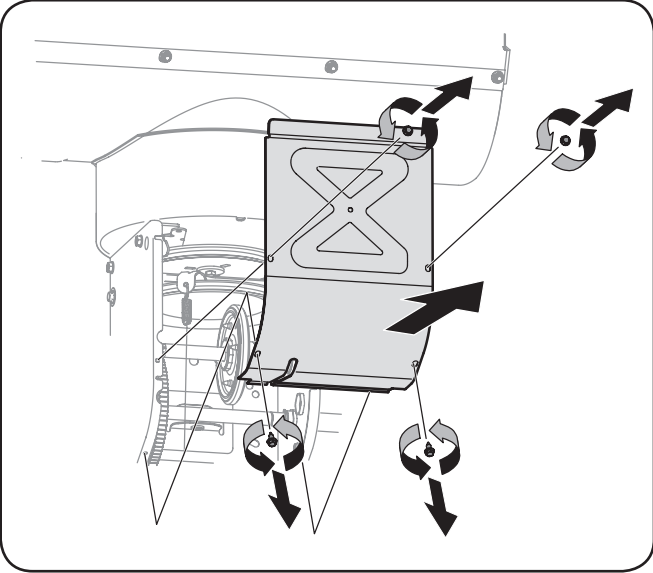

Fig. 7-4
3. Démontez le couvre-châssis du dessous de la souffeuse en retirant les quatre vis auto-taraudeuses qui le maintiennent en place. Voir la Fig. 7-4.
6. Démontez le couvre-châssis du dessous de la souffluse en retirant les quatre vis auto-taradeuses qui le maintiennent en place. Voir la Fig. 7-4.